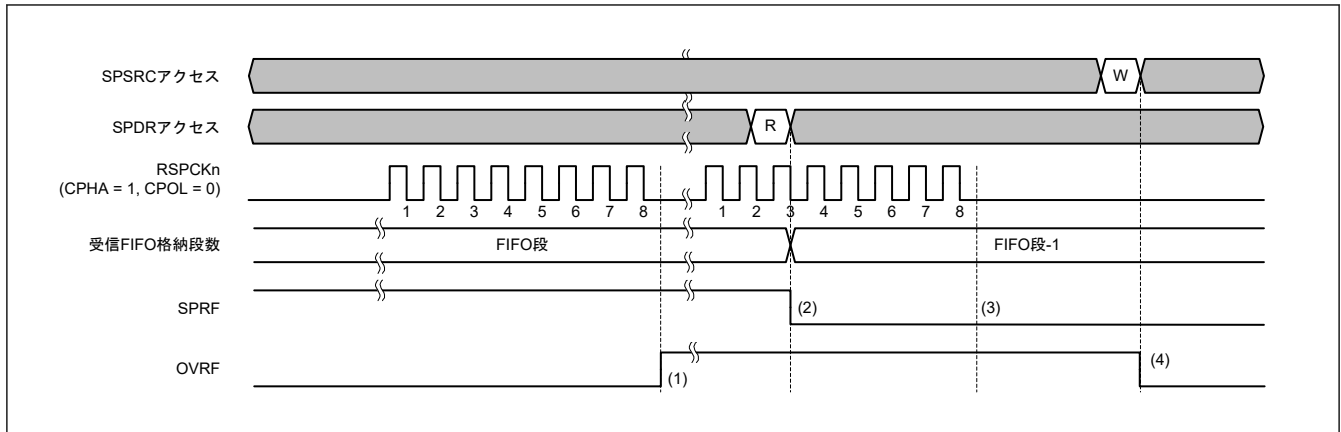

図 32.47 OVRF フラグおよび SPRF フラグの動作例
図 32.47 に OVRF フラグと SPRF フラグの動作例を示します。図 32.47 に記載した SPSRC アクセスと SPDR アクセスは、それぞれ SPSRC レジスタと SPDR レジスタへのアクセス状況を示しています。W は書き込みサイクル、R は読み出しサイクルを示しています。この例では、SPCMDm.CPHA ビットが 1、かつ SPCMDm.CPOL ビットが 0 の設定で、SPI は 8 ビットのシリアル転送を実行しています。RSPCKn 波形の下に記載した番号は RSPCK 周期の番号 (= 転送ビットの番号) を示しています。
以下に、図 32.47 の (1) ~ (4) に示したタイミングでのフラグの動作内容を説明します。